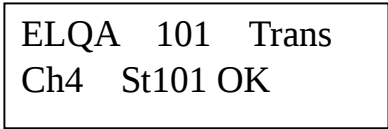
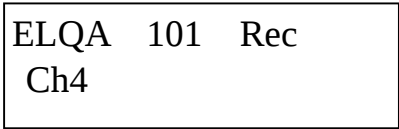
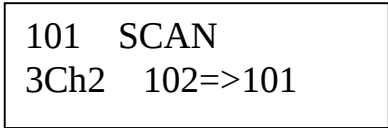
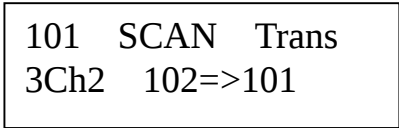

图 8
图 9
图 10
图 11
- (2) 通过“△”“▽”键选择 ELQA 的地址。如果选择了非本站地址，则只对该站做 ELQA。如果按“扫描”键，那么控制器退出 ELQA；如果按“1/LQA”键，那么控制器进入双向信道质量分析。在 ELQA 过程中按下“扫描”键 3 秒钟可退出 ELQA。主站发射时显示图 8，接收时显示图 9。从站发射时显示图 11，接收时显示图 10。ELQA 后，主站显示图 12，从站显示图 13。图中，打*的频道为本次 ELQA 的最佳频道。